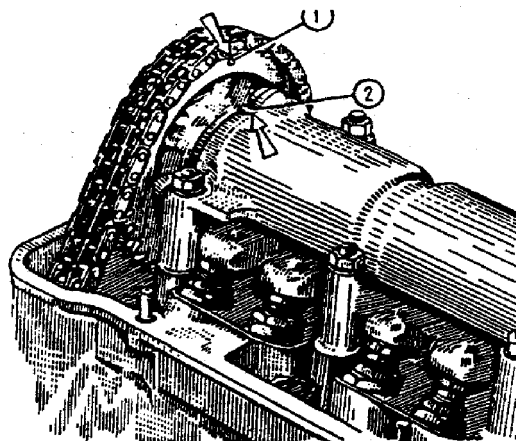

Fig. 2-18. Marcas da engrenagem do comando das válvulas: 1 - marca da engrenagem; 2 - marca do corpo dos mancais.
12. Instalar o conjunto da árvore de comando de válvulas, corpo dos mancais e engrenagem, e girar a árvore de comando, de modo a alinhar as marcas existentes na engrenagem e corpo dos mancais (fig. 2-18).
- posicionar a corrente na engrenagem da árvore de comando das válvulas, e introduzir a mesma na cavidade de acionamento, posicionando a engrenagem de modo a alinhar as respectivas marcas (fig. 2-18). Não apertar ainda totalmente o parafuso de fixação da engrenagem;